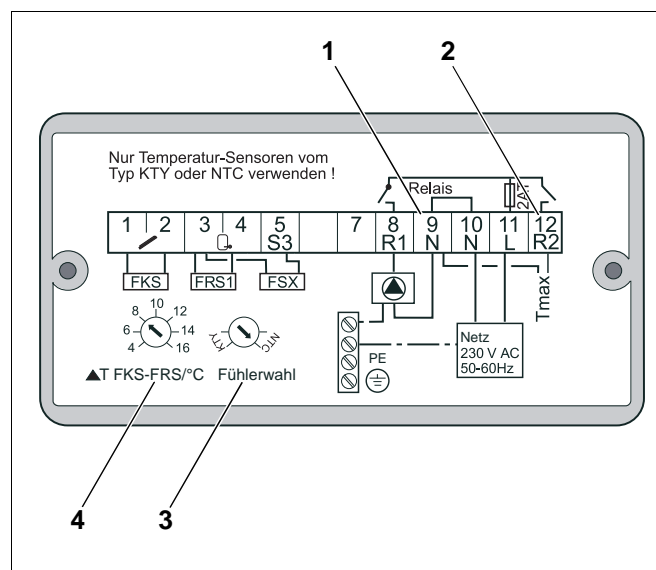

Abb. 3 Regelgerät KR 0105 – Rückseite mit Anschlussbild
Die Umstellung des Fühler von NTC auf KTY wird auf Seite 6 (Abb. 3) beschrieben.
Überschreitet die Temperatur am „Speicherfühler unten“ den eingestellten Wert (Speicher-Maximaltemperatur T_{max}), wird ein Kontakt geschlossen, über den ein Kühlkreislauf aktiviert werden kann. Hierüber kann die Wärme des Solarspeichers durch eine Umwälzpumpe an den Kühlkreislauf (z.B. Kessel) abgeführt werden. In diesem Fall muss die Umwälzpumpe an die Klemmen 9 und 12 angeschlossen werden (Abb. 3, Pos. 1 u. 2, Seite 6). Wird die Wärme wie beschrieben abgeführt, leuchtet die LED II grün. Kühlt sich anschließend der Verbraucher mit der eingestellten Speicher-Maximaltemperatur um 2 K ab, so schaltet sich die Kühlfunktion wieder aus.
1. **Einschalt-Temperaturdifferenz ΔT** zwischen Kollektor und Speicher (Abb. 3, **Pos. 4**). Die Einschalt-Temperaturdifferenz ΔT zwischen Kollektor und Speicher ist werkseitig auf 8 K eingestellt.
2. **Auswahl der Fühler** (Abb. 3, **Pos. 3**). Die Fühler sind werkseitig auf NTC eingestellt.